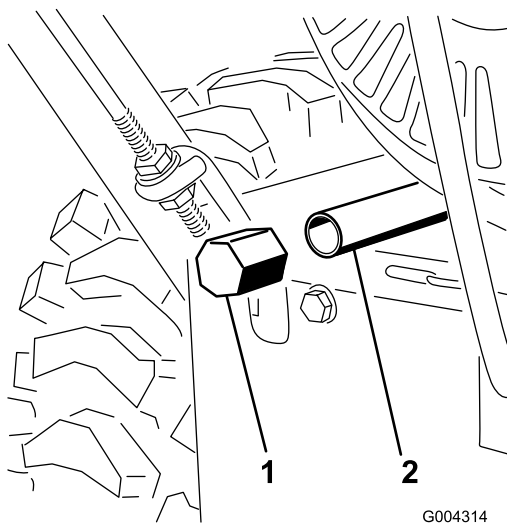

Bild 26
3. Reinigen Sie den Bereich um die Ablassschraube (Bild 26)
4. Schieben Sie eine Ölwanne unter den Ablasstutzen und entfernen Sie die Ölablassschraube (Bild 26).